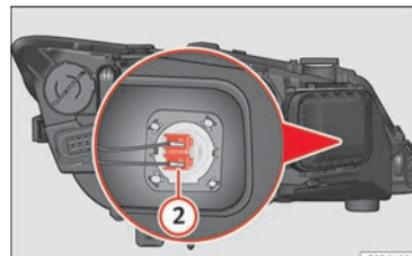

Fig. 109 Lampadina per anabbaglianti.
- Premere lateralmente il connettore » **fig. 109 ②** verso sinistra o destra e tirare.